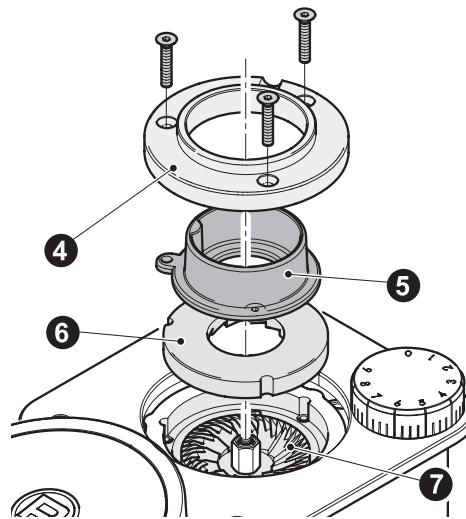

fig. 8.2
Successivamente, rimuovere le tre viti che fissano la flangia (4 - fig. 8.2) ed estrarla. Rimuovere il collare in gomma (5) e la macina superiore (6) così da esporre la camera di macinatura (7 - fig. 8.2).